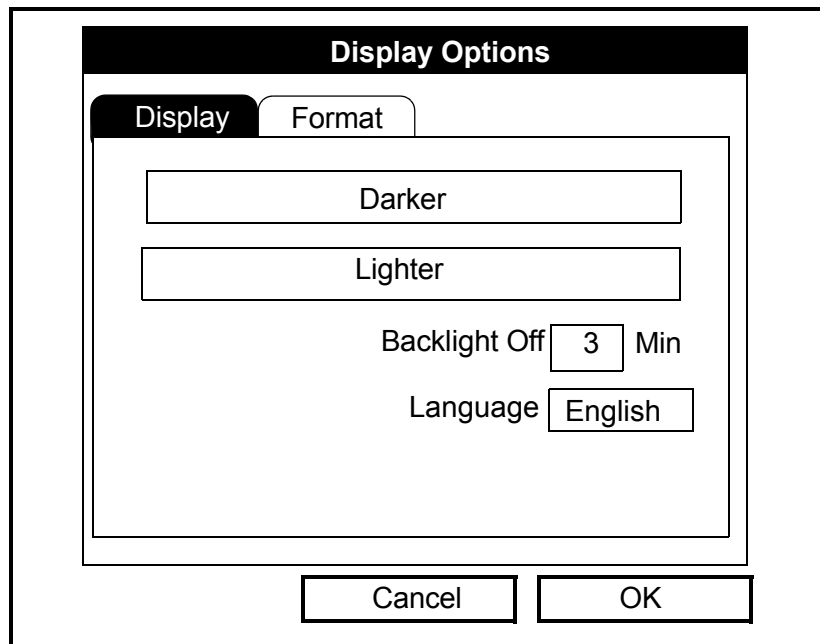

Figura 3-15: Janela do separador *Display* (Visualização)
2. Desloque-se até à opção *Contrast* (Contraste) e pressione [ENTER]. Abre-se a janela *Display Options* (Opções de visualização) (consulte a Figura 3-15 abaixo).
2. Desloque-se até à opção *Backlight* (Retroiluminação) e pressione [ENTER]. Abre-se a janela *Display Options* (Opções de visualização) (consulte a Figura 3-15 na página anterior).
5. Pressione [F3] (OK) para confirmar a sua introdução e voltar ao *Operate Mode* (Modo de Funcionamento). De outra forma, pode pressionar [F2] (Cancel) (Cancelar) ou a tecla [ESC] para sair do menu sem confirmar a sua introdução.
2. Desloque-se até à opção *Language* (Idioma) e pressione [ENTER]. Abre-se a janela *Display Options* (Opções de visualização) (consulte a Figura 3-15 na página anterior).
4. Desloque-se até ao idioma pretendido e pressione o botão [ENTER] para confirmar a selecção. De seguida, pressione [F3] (OK).